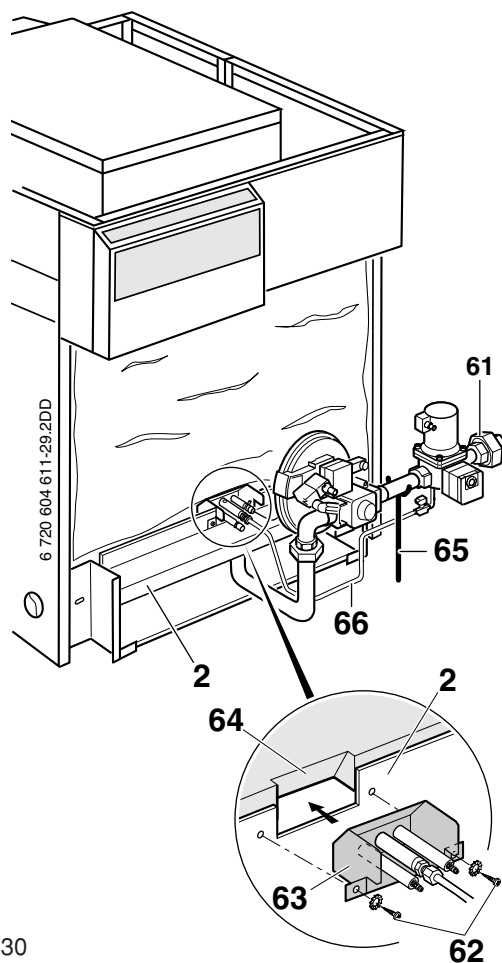

Bild 30
- Die zwei unteren Seitenteilhalter (23) ansetzen und diese jeweils mittels drei Muttern (M 5, SW 8) mit Zahnscheiben festschrauben.
- Die Brennergruppe (2) in die vorgesehene Führungsschiene (24) im Feuerraumkasten (4) einschieben und mittels der vier Muttern (M 6, SW 10) mit Zahnscheiben (3) festschrauben.
- Das Feuerraumbodenschutzblech (1) unterhalb der Brennergruppe (2) bis zum Anschlag einschieben.
**Empfehlung:** Gasstraße (61) erst ab Bild 30 montieren.